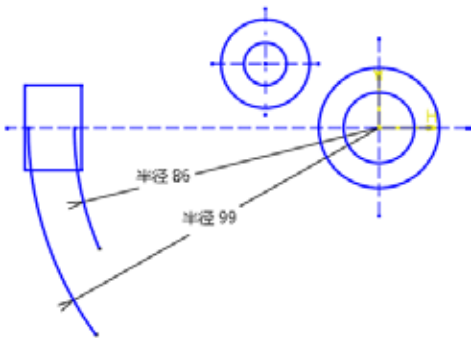

图5-119 绘制圆弧
- 06 利用【弧】命令，绘制如图5-119所示的2段圆弧。